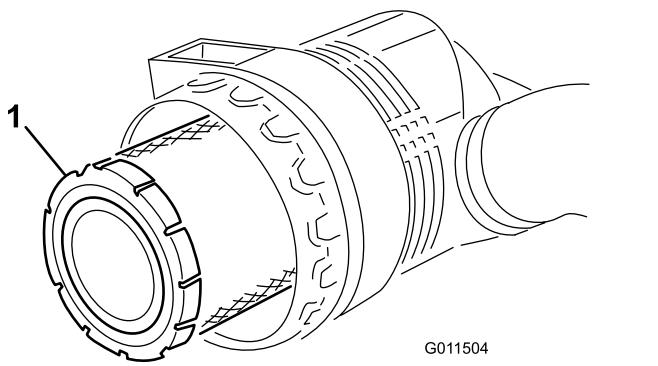

Figura 55
- Retire y cambie el filtro primario (Figura 55).